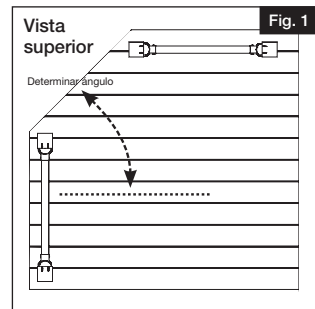

Fig. 1
- a. Ensamble el tramo de barandal de las escaleras encajando los barrotes o pilares en los travesaños (Fig. 1). Las lengüetas de cierre automático en los barrotes o pilares deben estar orientadas hacia el borde exterior de los agujeros ranurados en los travesaños.
Después de instalar los postes, determine el ángulo del barandal (Fig. 1).